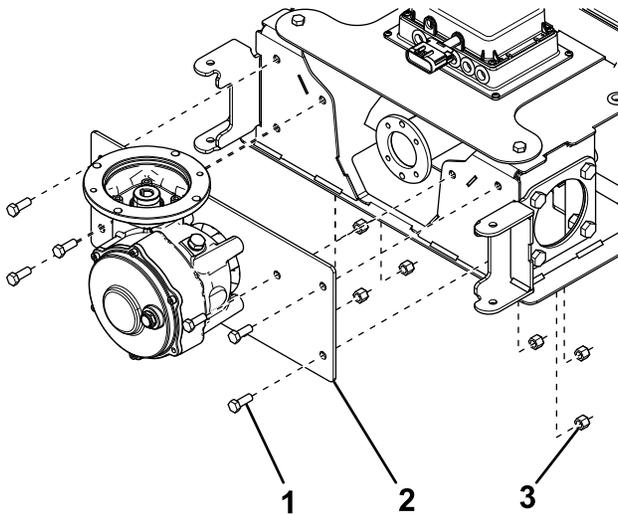

Bild 7
- Befestigen Sie die Befestigungsplatte mit sechs Schrauben (3/8") und sechs Nylon-Sicherungsmuttern (3/8") an der Förderschneckenbaugruppe, wie in Bild 7 abgebildet.